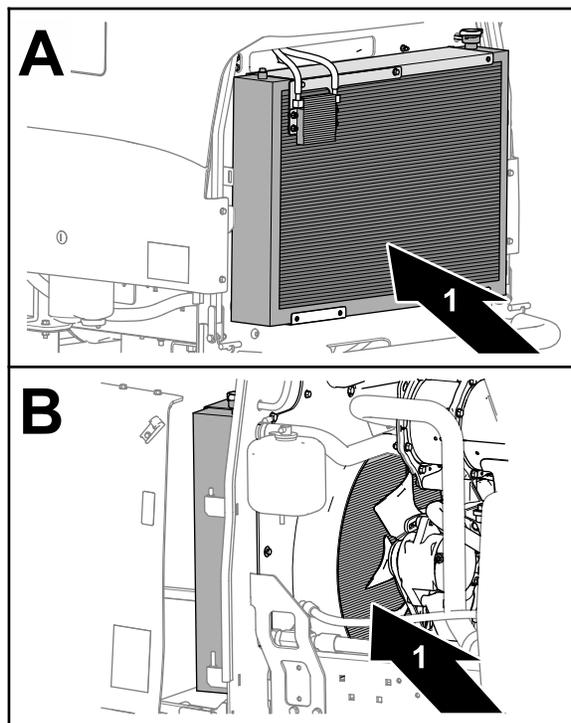

Figura 67
7. Limpe cuidadosamente ambos os lados do radiador e refrigerador de óleo com ar comprimido (Figura 67).